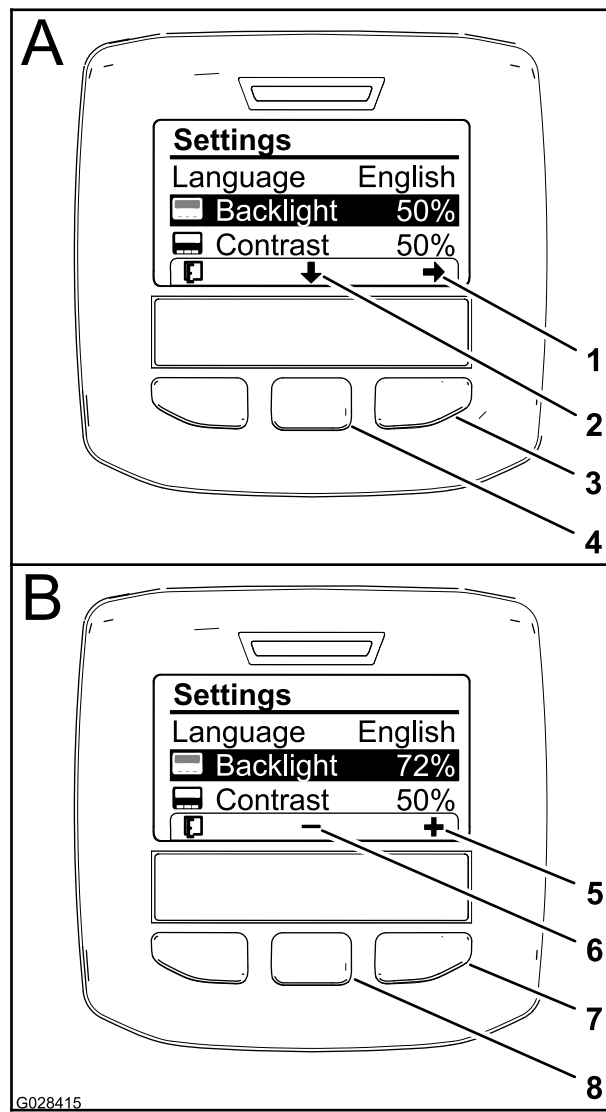

Figura 64
(il pulsante sotto l'icona a forma di freccia rivolta verso il basso nel display) per spostare l'opzione selezionata verso le impostazioni della Retroilluminazione (Figura 64).
3. Premete il pulsante di selezione destro per visualizzare il contesto della regolazione del valore (Figura 64).
4. Usate il pulsante di selezione centrale e il pulsante di selezione destro per modificare il livello di luminosità del display (Figura 64).
5. Premete il pulsante di selezione sinistro (il pulsante sotto l'icona dell'elenco nel display) per salvare la vostra selezione, uscire dal menu della Retroilluminazione e tornare al menu delle Impostazioni (Figura 64).
6. Per regolare il livello del contrasto del display, premete il pulsante di selezione centrale (il pulsante sotto l'icona a forma di freccia rivolta verso il basso nel display) per spostare l'opzione selezionata verso le impostazioni del Contrasto (Figura 64).
7. Premete il pulsante di selezione destro per visualizzare il contesto della regolazione del valore (Figura 64).
8. Premete il pulsante di selezione sinistro (il pulsante sotto l'icona dell'elenco nel display) per salvare la vostra selezione, uscire dal menu del Contrasto e tornare al menu delle Impostazioni (Figura 64).
9. Premete il pulsante di selezione sinistro per uscire dal menu Impostazioni e tornare al menu Principale (Figura 62 e Figura 64).
10. Premete il pulsante di selezione sinistro per tornare alla schermata iniziale (Figura 64).